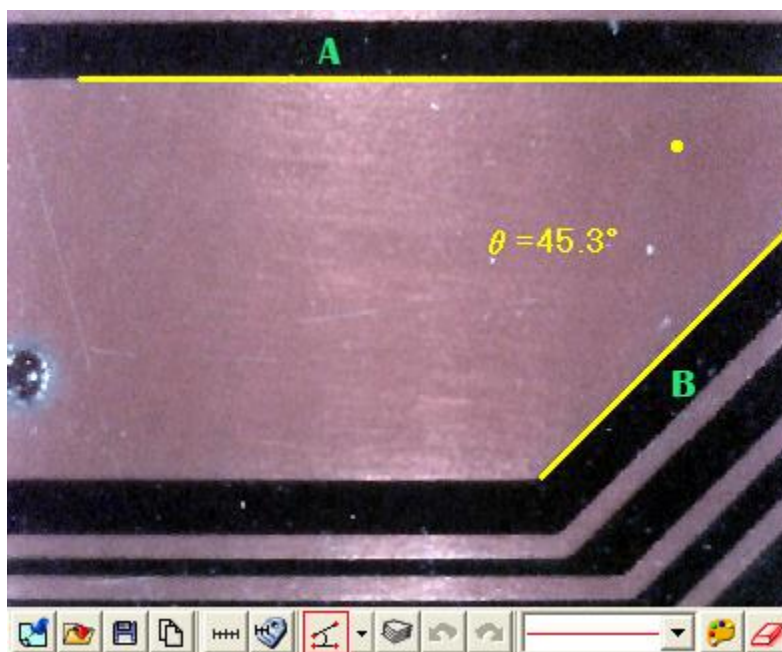

図 5-72 四点の角度を計測する場合
- (9) 四点の角度：交わってない直線の角度を計測する場合は、「 四点の角度」を使用します。図 5-72 A線をドラッグし、次にB線をドラッグすると角度を測ります。黄色角度  $\theta = 45.3^\circ$  となります。